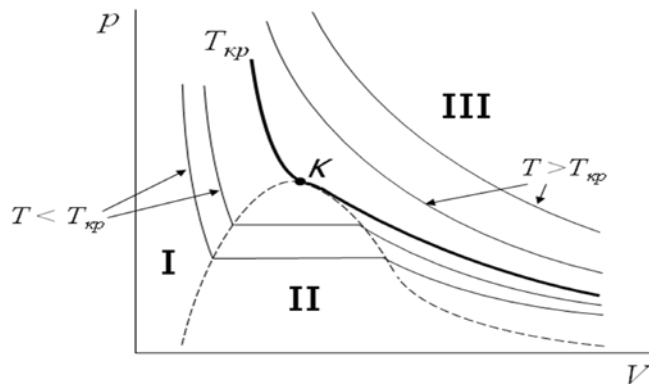
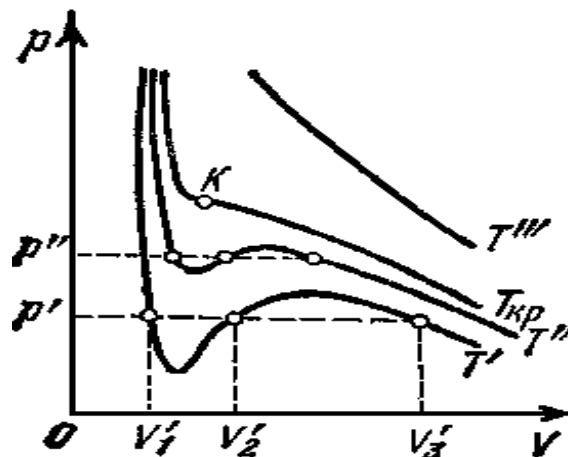

Рис.1. Реальные изотермы вещества в газообразном и жидком состояниях.
Рис.2. Изотермы, соответствующие уравнению Ван-дер-Ваальса.
Для реального вещества и для модели Ван-дер-Ваальса графики изотерм (рис.1 и 2) могут существенно отличаться от подобных графиков для идеального газа, которые имеют вид гипербол (1).
Как видно из рисунков, при температурах выше **критической** ($T_{кр}$) газообразное вещество ведет себя почти, как **идеальный газ**. При температуре ниже критической вещество может находиться в газообразном состоянии (область III, рис.1), в жидком состоянии (область I, рис.1) и в состоянии равновесия
жидкой и газообразной (пара) фаз данного вещества (область II, рис.1).
В области, где у реального вещества присутствует смесь жидкой и газообразной фаз, наблюдается **горизонтальный** участок изотермы реального вещества (рис.1). В отличие от этого на изотерме газа Ван-дер-Ваальса (рис.2) такой участок отсутствует и заменяется так называемым "S-образным завитком" (участок $V_1' - V_3'$ на рис.2), который описывает нереализуемые состояния и состояния, реализуемые в особых условиях. Более подробное описание процессов можно найти в учебнике [1], §62.